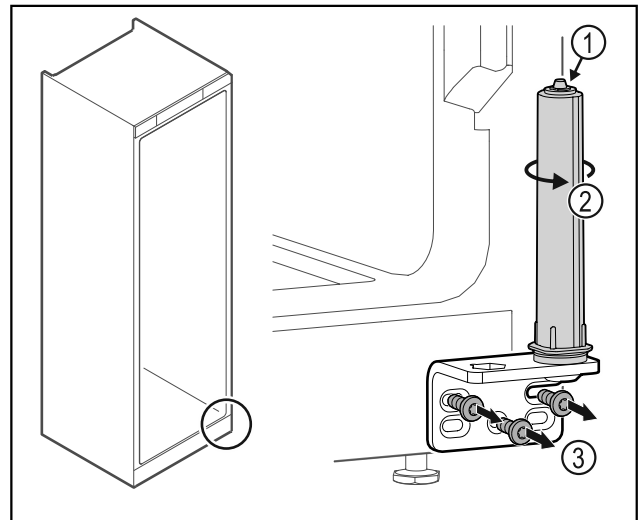

Fig. 32
- ▶ Не розбирати систему закриття дверей Fig. 32 (1).
- ▶ Повертати систему закриття Fig. 32 (2) до клацання.
- ▶ Відкрутити шарнірний кутик Fig. 32 (3).